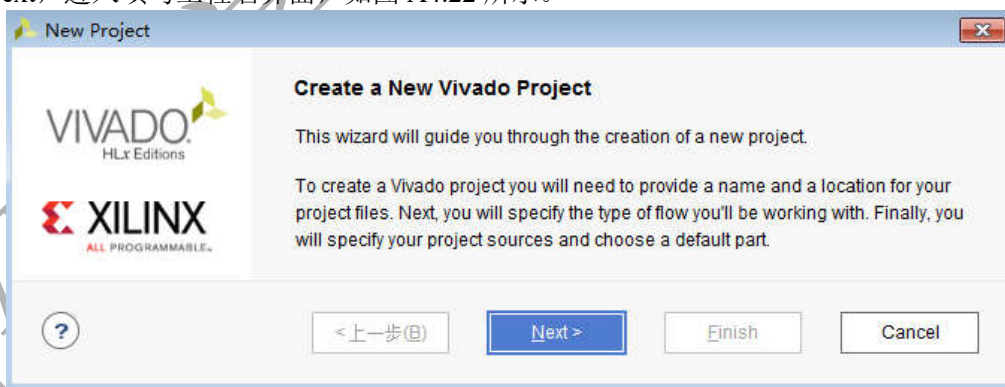

图 A4.21 Vivado 新建工程向导之一
(2) 单击上述界面中 Create Project 图标，弹出新建工程向导，如图 A4.21 所示，点击 Next，进入填写工程名界面，如图 A4.22 所示。